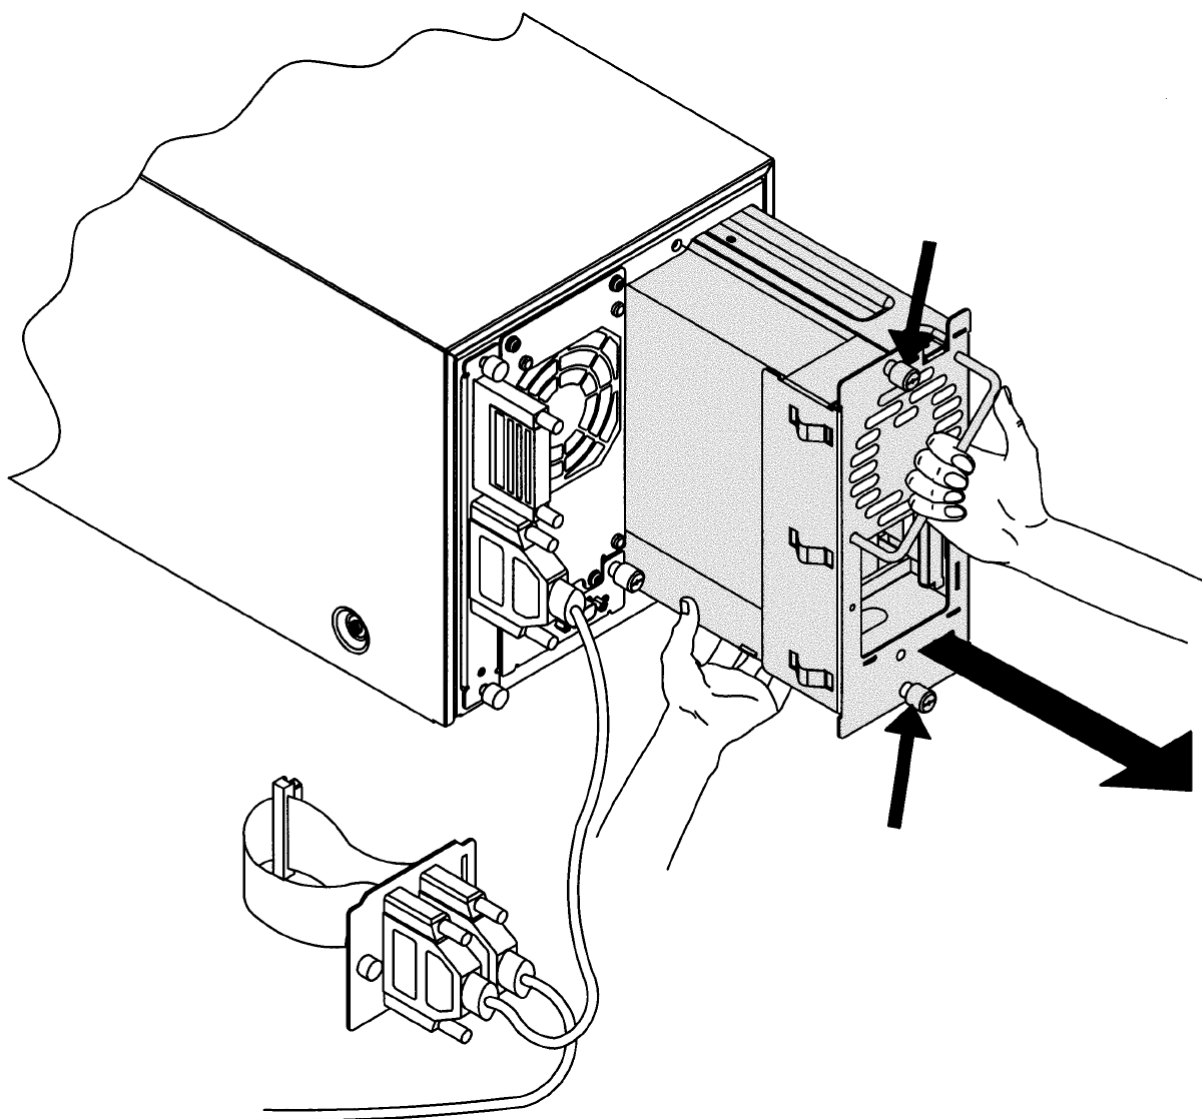

図 5.2 ドライブの取り出し
2. ドライブモジュールの中央にあるコネクタプレートの両側のつまみねじを緩めます(図5-2)。つまみねじを初めて緩める場合は、ドライバを使用してください。
6. ドライブモジュールの上部と下部のつまみねじを緩めます (図5-2)。